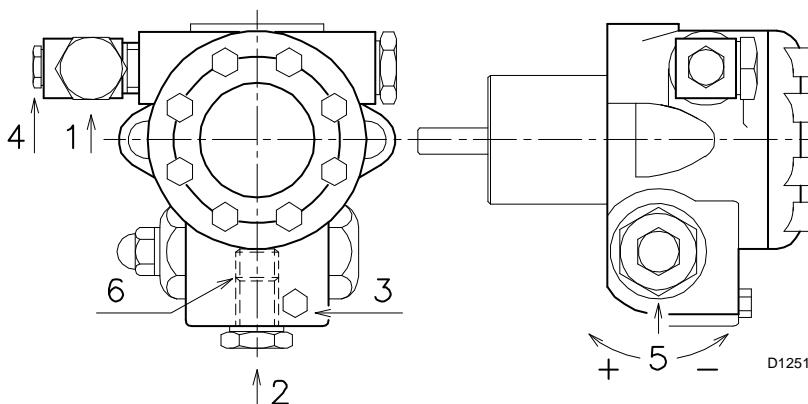

Fig. 19
- Com o fim de que a bomba se possa auto-alimentar, é indispensável afrouxar o parafuso 3) (Fig. 19) da bomba para purgar o ar contido no tubo de aspiração.